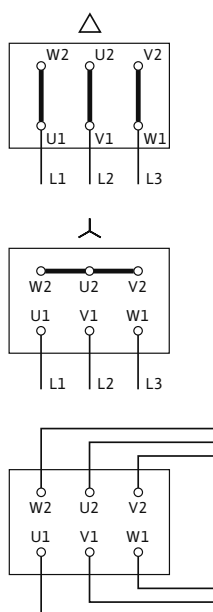

Fig. 17: Alimentación eléctrica
En la cubierta de la caja de bornes encontrará el esquema de la conexión eléctrica (véase también la Fig. 17).
- La alimentación eléctrica depende de la potencia del motor  $P_2$ , de la tensión de red y del tipo de arranque. En el siguiente listado "Tab. 4: Asignación de los bornes de conexión" en la página 17 y en la Fig. 17 podrá consultar la conmutación necesaria para las clavijas de conexión de la caja de bornes.